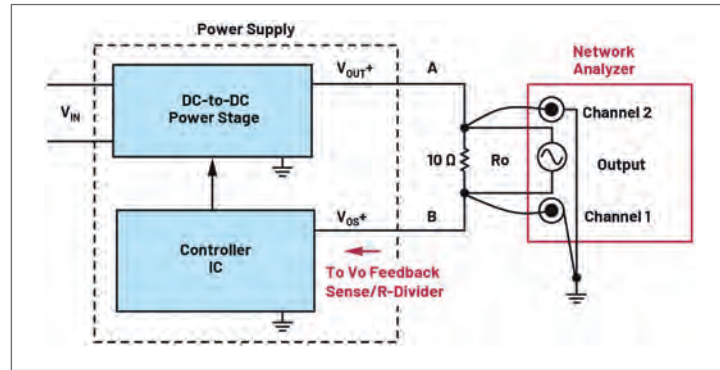
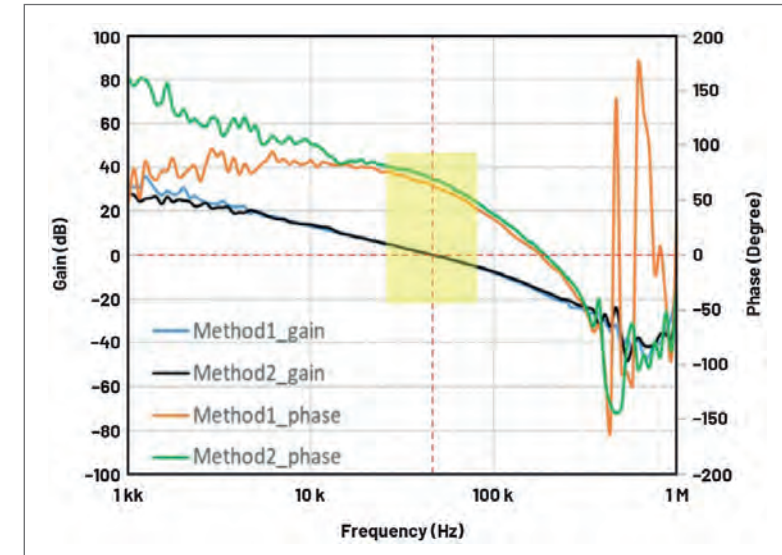

Figura 9. Configuración típica para medir el ancho de banda del bucle de una fuente de alimentación (ganancia del bucle = ch2/ch1).
Figura 11. Ejemplo de gráficos de Bode con los métodos de medición de la figura 10a y la figura 10b en la misma fuente de alimentación.
Un analizador de redes (frecuencia), como el RidleyBox® de Ridley Engineering o el Bode 100 de Omicron Lab, es un equipo comercial típico para medir los gráficos de Bode de la fuente de alimentación. La **figura 9** muestra una configuración típica para medir el diagrama de Bode del bucle de un dispositivo de alimentación bajo prueba (DUT). Además de la resistencia de realimentación estándar, se inserta una pequeña resistencia de inyección R_o de 10 Ω a 50 Ω en la ruta de realimentación. El analizador de redes inyecta una pequeña señal de CA de 10 mV a 100 mV a través de R_o para «romper» el bucle. El analizador de redes barre la frecuencia de la señal de CA de baja a alta y, a continuación, mide la señal en los puntos A y B a través de R_o . La función de transferencia de ganancia de bucle $T(s)$ se mide en $V_A(s)/V_B(s)$ (o ch2/ch1). El analizador de redes calcula la ganancia y la fase de $V_A(s)/V_B(s)$ en cada punto de frecuencia y, por lo tanto, genera los diagramas de Bode de ganancia y fase.
La figura 10 muestra dos opciones de configuración para dos resistencias de realimentación típicas de una fuente de alimentación. La figura 10a es para una fuente de alimentación discreta con el divisor de resistencia de realimentación RT y RB accesibles externamente. Por lo tanto, su configuración de medición de bucle es la misma que la de la figura 9. Sin embargo, muchas fuentes de alimentación integradas, como los módulos de potencia de la serie LTM de ADI, ya tienen una o ambas resistencias de realimentación dentro del módulo moldeado conectadas a VOUT. Por lo tanto, es difícil romper el bucle para insertar la resistencia Ro. En lugar de romper la ruta de detección VO original, se muestra una forma alternativa de medir el bucle en el método de paralelismo de la figura 10b, si el pin de realimentación (FB) sigue siendo accesible. En este caso, un par de resistencias externas de valor mucho menor (1 kΩ) crea el divisor R RT1/RB1 fuera del módulo. En comparación con la figura 10a, las resistencias externas son ahora 1/60 del valor anterior. Debido a la menor resistencia del divisor R paralelo externo, la mayor parte de la corriente de la señal CA fluye a través de esta ruta externa en lugar de la ruta interna. Por lo tanto, la resistencia de inyección Ro se puede insertar en el divisor R externo RT1 y RB1. La figura 11 muestra una comparación de los gráficos de ganancia y fase de Bode de una fuente de alimentación medida con las configuraciones de la figura 10a (método 2) y la figura 10b (método 1). Se superponen dos gráficos de ganancia. El método 1 muestra una ganancia inexacta reducida a frecuencias más bajas. Afortunadamente, esto no es importante, ya que nos interesan principalmente los gráficos de frecuencias más altas, especialmente en torno a la frecuencia del ancho de banda de la fuente de alimentación, donde se miden los márgenes de estabilidad.